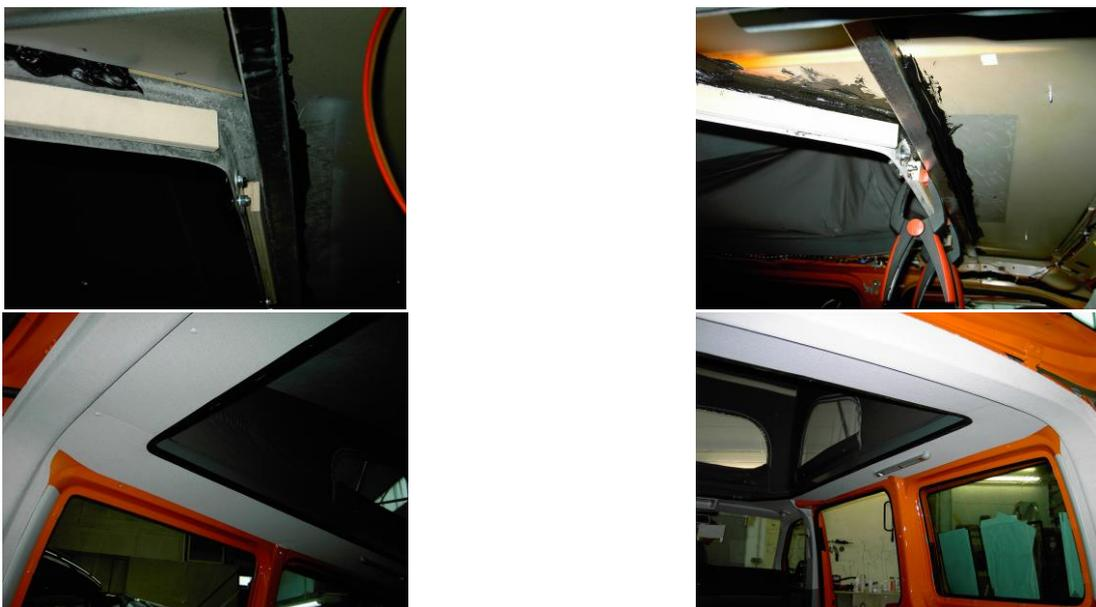

Abb. 6-1: Montage der Dachverkleidung
- Für den Fahrgastraum empfehlen wir unser Verkleidungsset (Artikelnr. 10583-2, s. Abb. 6-1).